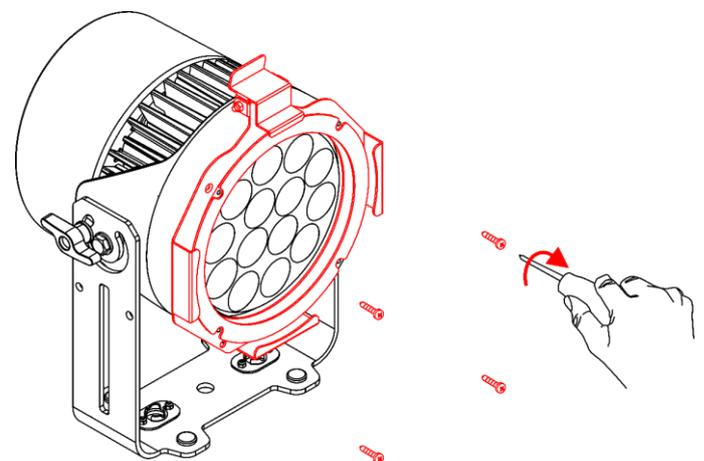

Abb. 08
- 02) Ziehen Sie die 4 Schrauben (mit der Zubehörhalterung mitgeliefert) fest (Abb. 08).